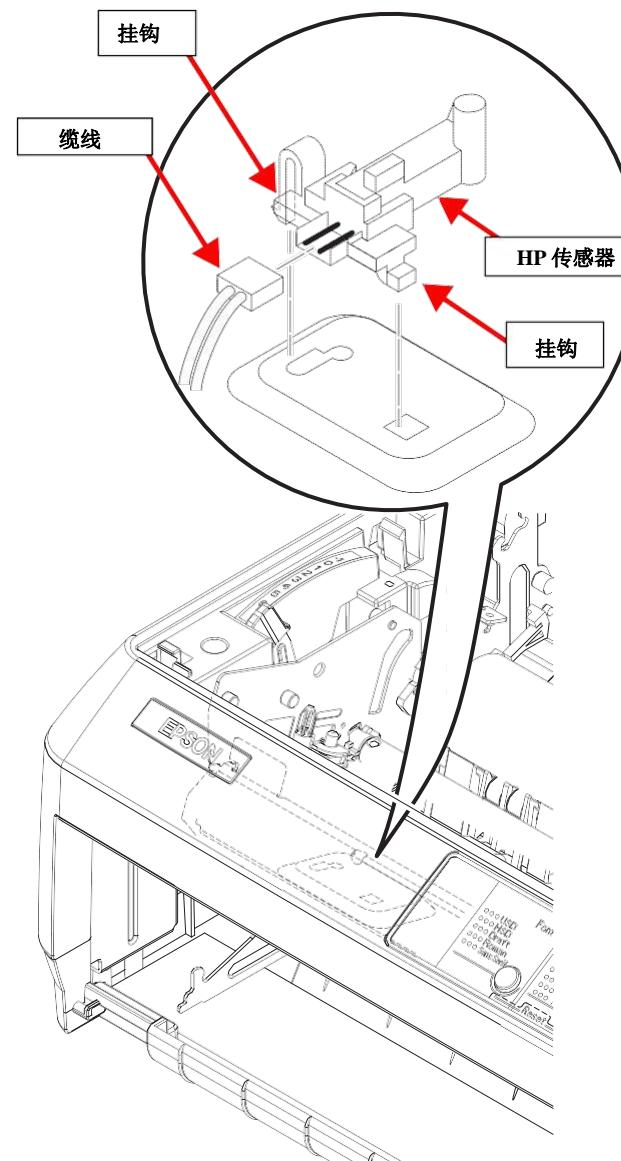

图 4-14. HP 传感器的拆卸
2. 把用于将 HP 传感器固定到机架上的挂钩松开, 然后将其取出。\(参见图4-14\)